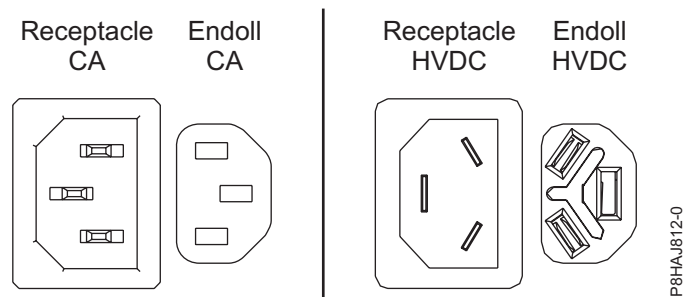
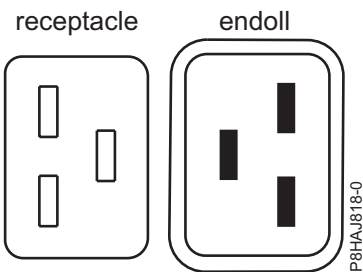
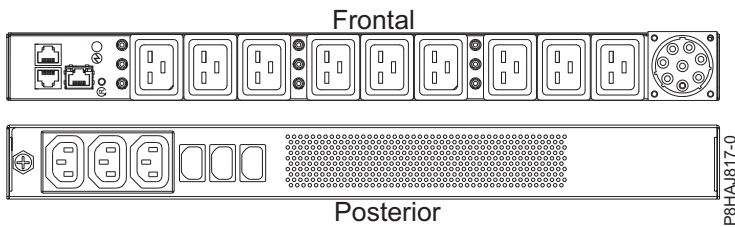

Figura 35. Connectors de CA i d'HVDC
Figura 36. Connectors per al sistema 8408-44E
Figura 37. PDU per al sistema 8408-44E
A la Figura 35 a la pàgina 52 es mostren els connectors admesos de corrent alternativa (CA) i de corrent directa d'alt voltatge (HVDC). A la Figura 36 a la pàgina 52 i a la Figura 37 a la pàgina 52 es